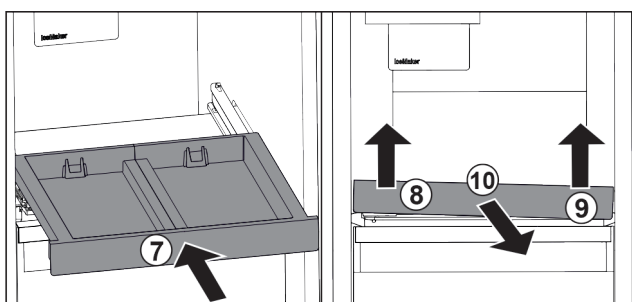

Fig. 31
- ▶ Zasuňte vyťahovaciu poličku. Fig. 31 (7)
- ▶ Nadvihnite vyťahovaciu poličku vpredu vľavo. Fig. 31 (8)
- ▶ Nadvihnite vyťahovaciu poličku vpredu vpravo. Fig. 31 (9)
- ▶ Odoberte vyťahovaciu poličku dopredu. Fig. 31 (10)